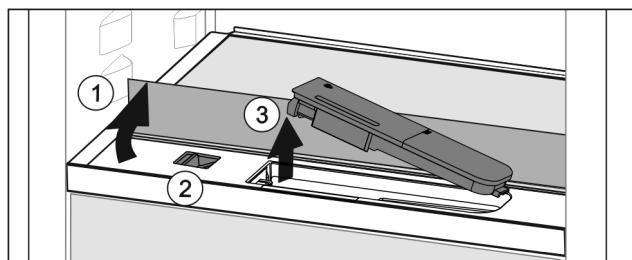

Fig. 104
- Ridicați placa de sticlă și rabatați în spate până la opritor Fig. 104 (1).
- Împingeți zăvorul Fig. 104 (2) spre stânga.
- Scoaterea rezervorului de apă Fig. 104 (3).